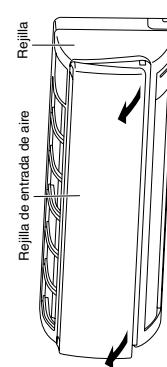

Fig. 3-11
- (1) Sujete ambos extremos de la rejilla de entrada de aire extráigala abriendo hacia delante y tirando de ella hacia usted. (Fig. 3-11)